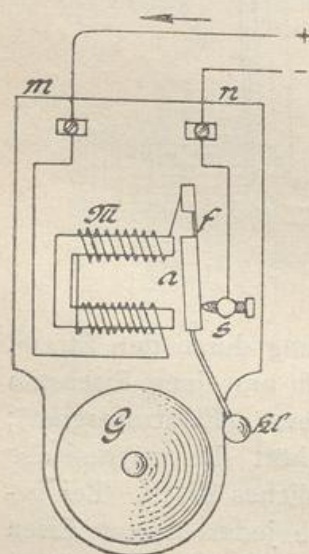

Abb. 683.
6. Elektrische Klingel. Eine einfache Anwendung von Ziff. 5 zeigt die elektrische Klingel (Abb. 683). Sie wird teils als einfacher Melder für sich gebraucht, teils bei anderen Fernmeldern als geeigneter Rufer und Wecker hinzugefügt, um jemand herbeizurufen, der die eigentliche Meldung empfangen soll. Wie in Abb. 683 angedeutet ist, ist die Klingeleinrichtung in einem Gehäuse oder Kasten untergebracht. *G* ist die Glocke der Klingel. In das Gehäuse wird der galvanische Strom von der Batterie bei *m* und *n* eingeführt und geht in einer Drahtspule um den Elektromagneten *M* herum, anderseits in die Schlußspitze (Kontaktspitze) *s*, an welche sich der Anker *a* anlegt, der durch eine Feder *f* gehalten wird.